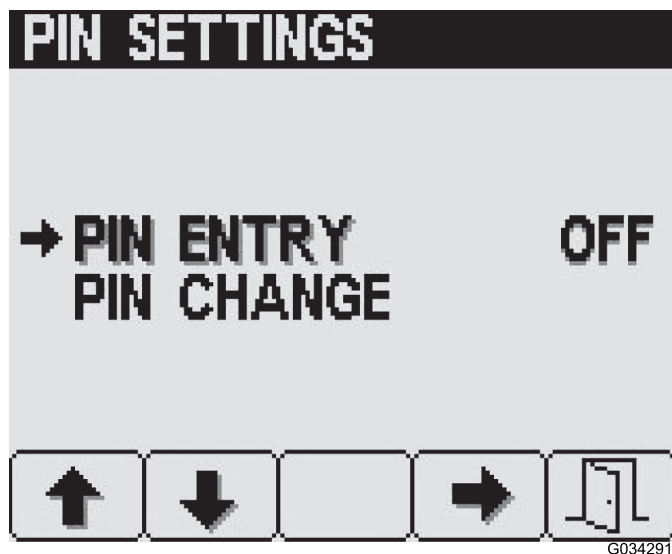

Figura 16
3. A partir do ecrã de definições do PIN, prima o botão 4 para seleccionar a opção de introdução do PIN e para ativar/desativar o PIN (Figura 16).